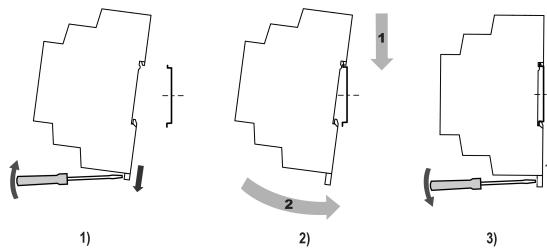

Рисунок 4.1 – Установлення пристрою
- Встановити пристрій на DIN-рейку відповідно до рисунку у напрямку стрілки 1 (рисунок 4.1, 2);
- Вставивши викрутку у вушко, відтягнути засувку рисунок 4.1, 1;
- Притиснути пристрій до DIN-рейки в напрямку, показаному стрілкою 2. Зафіксувати засувку (див. рисунок 4.1, 3).